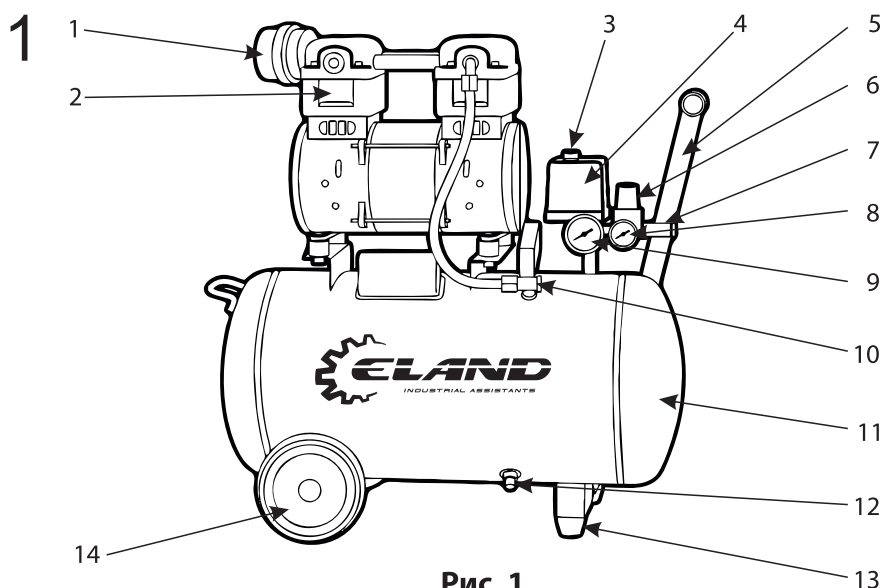

Рис. 1
- Блок поршневой (2) (См. Рис.1) – поршневая группа, одноступенчатая, с воздушным охлаждением - предназначена для выработки сжатого воздуха. Может быть с разным количеством цилиндров в зависимости от модели.
- Ресивер (воздухосборник) (11) (См. Рис.1) служит для сбора сжатого воздуха, выравнивания пульсации воздуха, получающейся в результате возвратно-поступательного движения поршня компрессора, отделения конденсата и масла. Ресивер является также корпусом, на котором смонтированы узлы и детали компрессора.
- Ресивер имеет штуцера для установки реле давления (прессостата) (4), обратного клапана (10), крана слива конденсата, предохранительного клапана, а также кронштейны для установки платформы.
- Реле (прессостат) (4) служит для обеспечения работы компрессора в автоматическом режиме, поддержания давления в ресивере.
- Штуцер (7) с регулятором давления (4) предназначен для подачи воздуха потребителю.
- Обратный клапан (10) (См. Рис.1) обеспечивает подачу сжатого воздуха только в направлении от поршневого блока к ресиверу.
- Манометр (9) предназначен для контроля давления в ресивере.
- Блок управления компрессором включает в себя: манометр давления в ресивере (9); манометр давления на выходе (8); реле давления (прессостат) (4); регулятор давления на выходе (6); кнопку пуска (3); клапан предохранительный.
1. Убедитесь в том, что кнопка пуска (3) на реле давления (4) (См. Рис.1) находится в положении «Выключено». Вставьте вилку питающего электрического кабеля в соответствующую розетку.
2. Переведите кнопку пуска (3) на реле давления (4) (См. Рис.1) в положение «Включено».
4. Остановите компрессор, вновь нажав на кнопку пуска (3) (См. Рис.1).
5. Присоедините к раздаточному штуцеру (7) шланг компрессорного оборудования.
- Для включения нажмите на кнопку пуска (3) (См. Рис.1) реле давления, чтобы установить ее в положение «Включено».